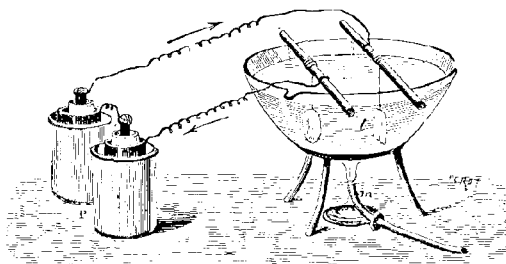

Fig. 21. Bain chauffé pour l'argenture.
**Usages.** — Allié avec du cuivre, il sert à faire des monnaies, des bijoux, de la vaisselle, etc. On en recouvre des métaux par l'électrochimie (fig. 21).